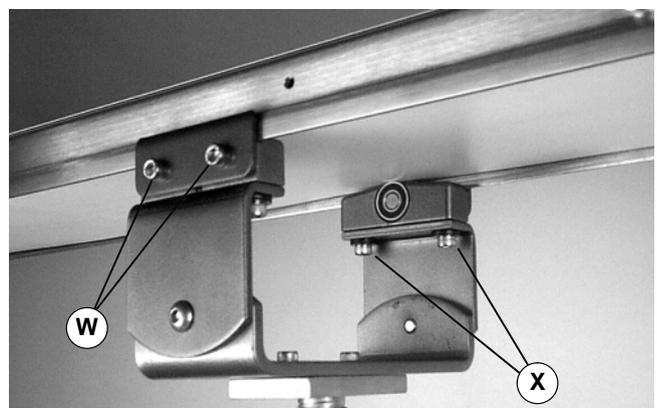

Abbildung 13
3. Die Klemmplatten zu beiden Seiten des Förderers befestigen (Abbildung 13). Die Schrauben (W) mit 9 Nm festziehen.